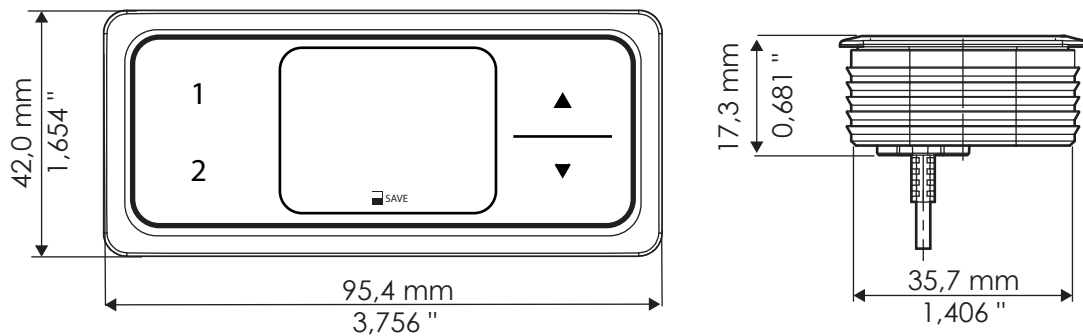

Abb. 6: Abmessungen, TOUCHinlay
2. Stecken Sie die Zugentlastung in den dafür vorgesehenen Schlitz am Handschalter (Abb. 6).